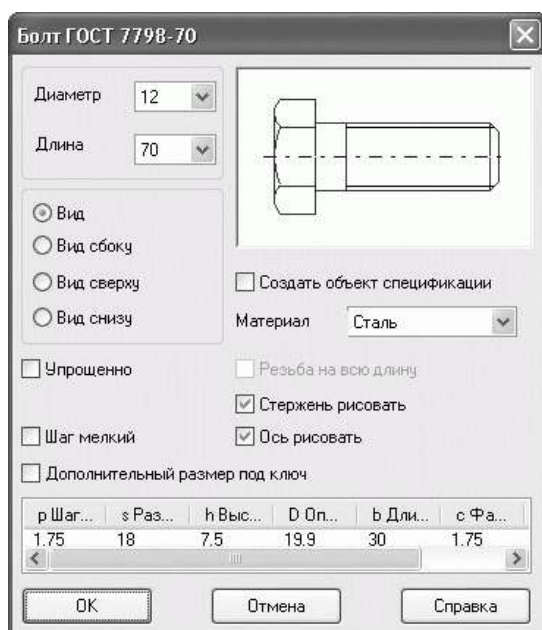

Рис. 2.104. Параметры создаваемого болта
5. Теперь необходимо добавить рисунок головки фиксирующего винта. Его изображение, как и рисунки других стандартизованных крепежных элементов, содержится в конструкторской библиотеке системы КОМПАС-График. Откройте Менеджер библиотек, выберите папку Машиностроение и запустите находящуюся в ней конструкторскую библиотеку. Перейдите в раздел **БОЛТЫ > БОЛТЫ НОРМАЛЬНЫЕ** и дважды щелкните на строке **Болт ГОСТ 7798—70**. Появится диалоговое окно настройки параметров библиотечного элемента. Из раскрывающегося списка Диаметр выберите значение 12 (напомню, что это диаметр фиксирующих крышку винтов), установите переключатель в положение Вид сверху и снимите флажок Ось рисовать (рис. 2.104). После этого нажмите кнопку ОК и вставьте изображение головки винта в точку пересечения вертикальной осевой крышки ведомого вала и осевой линии, обозначающей окружность размещения винтов. После фиксации точки вставки поверните изображение на 90°.